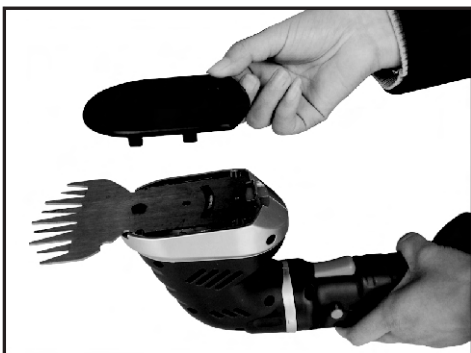

Fig. 20
- Soulevez le couvercle (8) hors du carter. (Fig. 20),